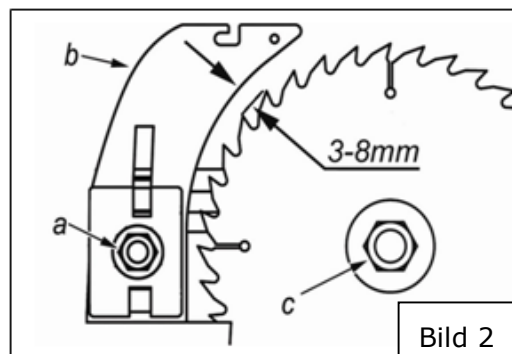

Bild 2
- Lossa skruvarna **(a)** och ställ in klyvkilen **(b)** på ett avstånd av ca. **3mm – 8mm** till sågbladet. **-Bild 2-**